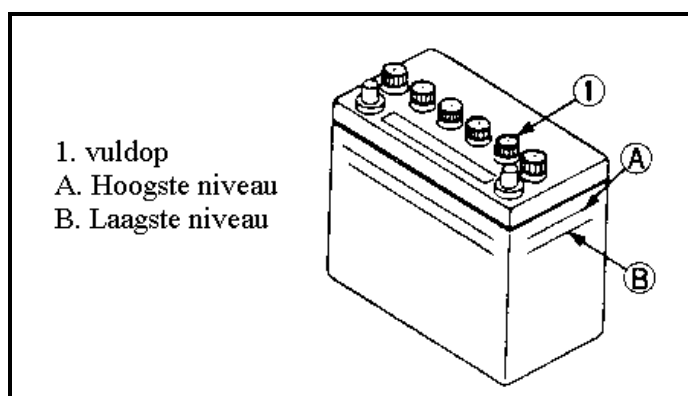
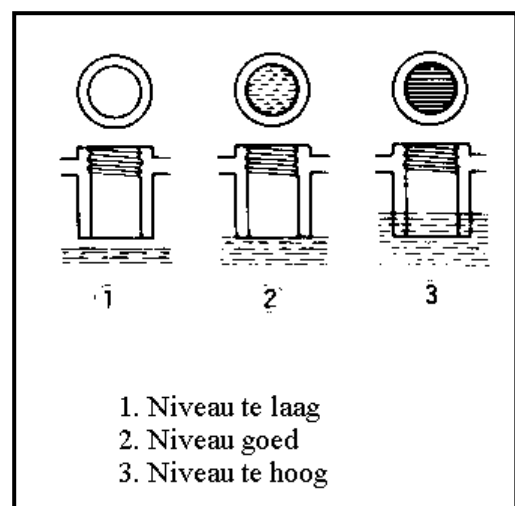

Abbildung 6.7 | Die Batterie
Abbildung 6.8 | Der Gehalt an Batteriesäure
4. Drehen Sie die Füllöffnung, prüfen Sie den Flüssigkeitsstand und füllen Sie sie bei Bedarf wieder auf (siehe Abbildung 6.7 und Abbildung 6.8)